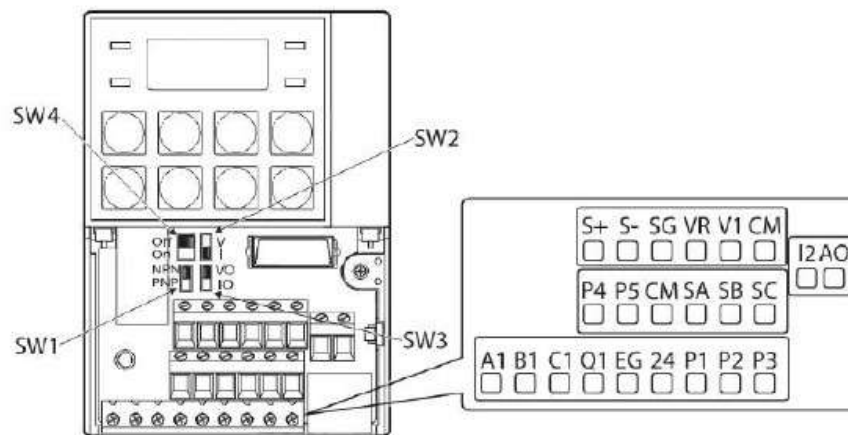

Figura 4.8: Bornera de control [1].
- **Paso 4:** consiste en el conexionado de los bornes de control, la bornera viene representada en la figura 4.8 la cual en este caso es de entrada/salida estándar.